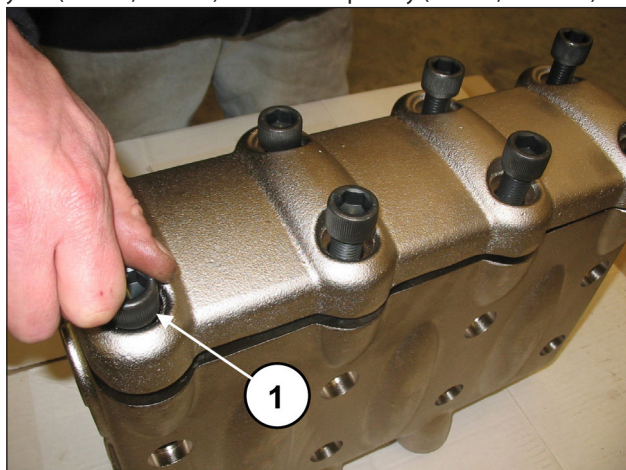
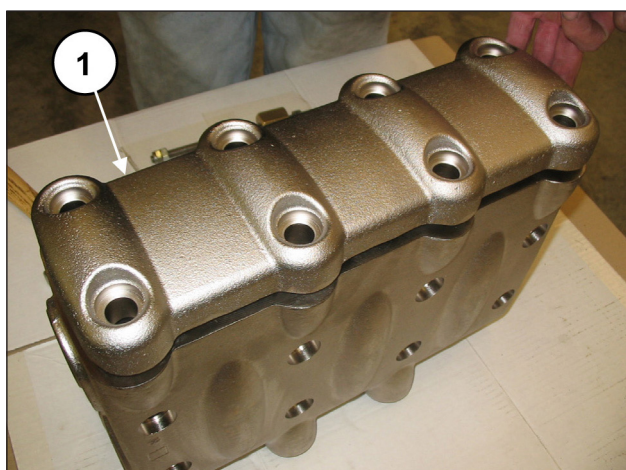

Рис. 99
Рис. 100
Открутите 8 винтов M16x55 крепления крышки клапанного узла (поз. ①, Рис. 99) и снимите крышку (поз. ①, Рис. 100).